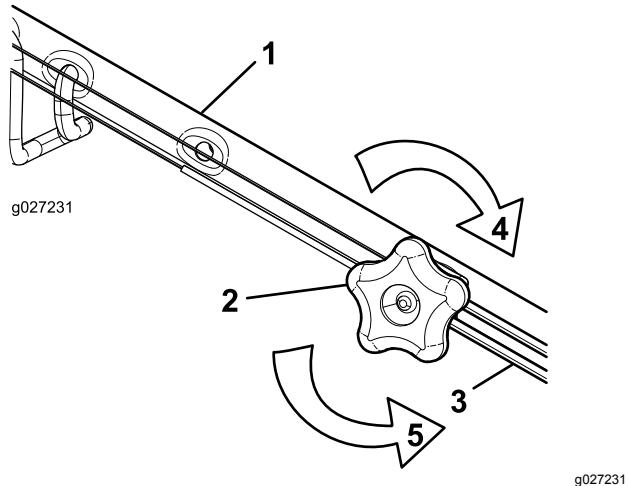

Figura 37
1. Rode o manípulo de ajuste para a esquerda para folgar o ajuste do cabo (Figura 37).
2. Ajuste a tensão do cabo (Figura 37) puxando-o para trás ou empurrando-o para a frente e mantendo a posição.